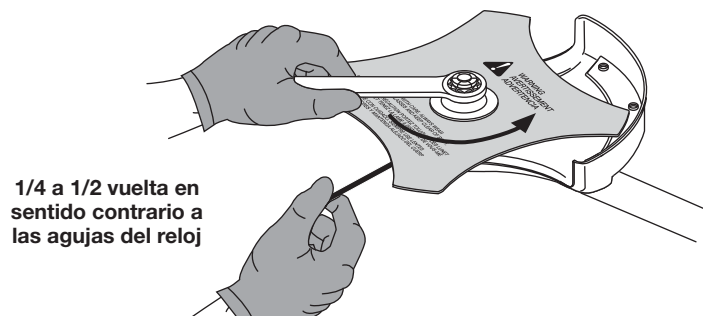

Fig. 22
- Si no tiene una llave de torsión, use una llave de cubo o cerrada de 13 mm. Gire la tuerca hasta que el retén de la cuchilla quede ajustado contra el buje del eje. Asegúrese de que la cuchilla esté bien instalada, luego gire la tuerca 1/4 o 1/2 vuelta más en sentido contrario a las agujas del reloj (Fig. 22).